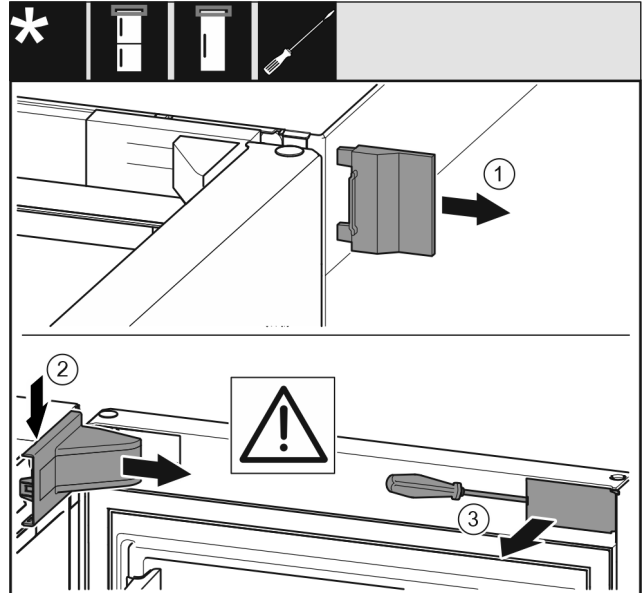

Fig. 8
- Äußere Abdeckung Fig. 8 (1) abnehmen.
- Lagerbockabdeckung Fig. 8 (2) ausrasten und abnehmen.
- Blende Fig. 8 (3) mit Schlitzschraubendreher ausrasten und zur Seite schwenken.